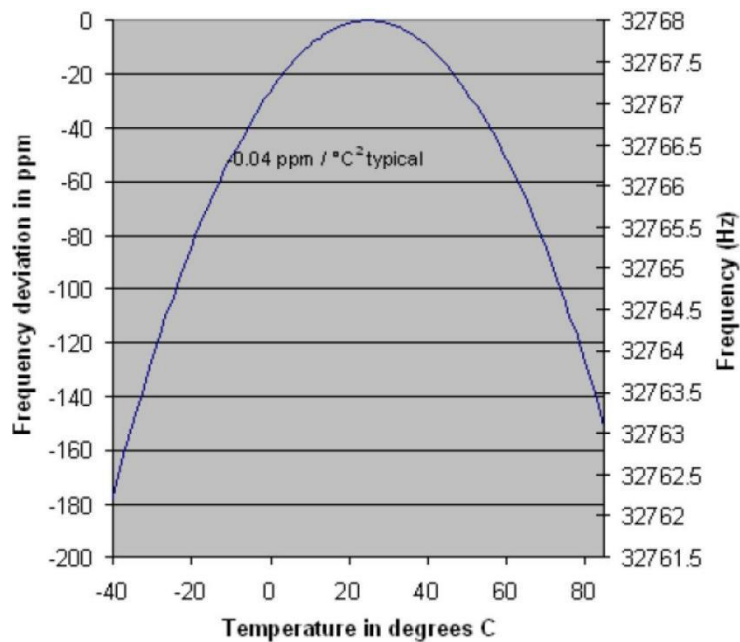

图 2. 晶体频率与温度的关系
另外除了晶体与负载匹配产生误差外, 当环境温度变化时, 晶体固有频率也会发生变化。实时时钟系统 (RTCs) 使用音叉晶体, 这种晶体在超温时产生误差, 如图 2 所示。20ppm 的误差相当于每月 1 分钟的误差。
3. 有条件的话，在晶体周围放置保护环（接地），这能让晶体与相邻信号的噪声耦合绝缘，如图 2 所示显示了在晶体周围放置保护环。